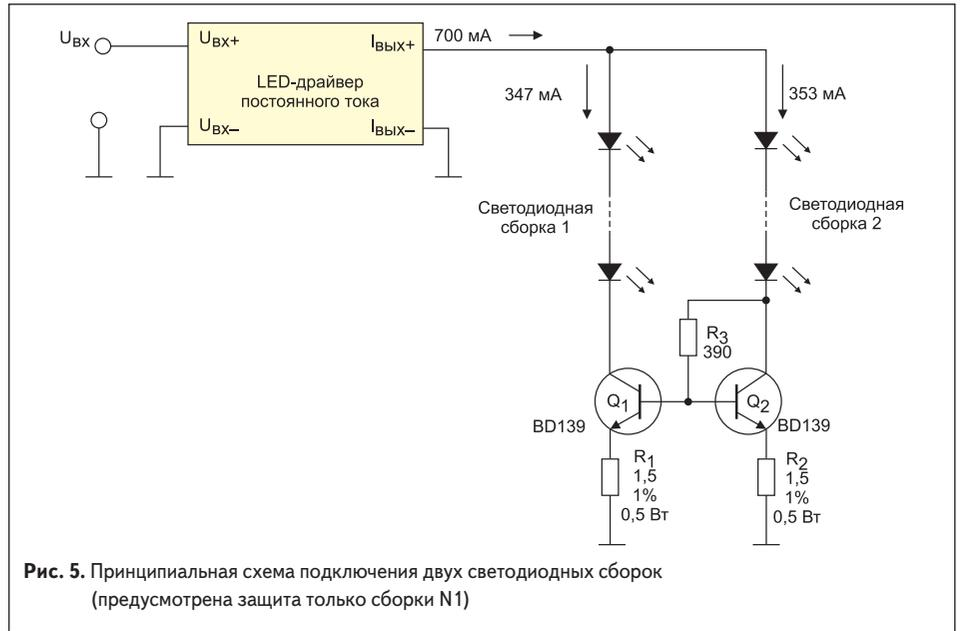

Рис. 5. Принципиальная схема подключения двух светодиодныхборок (предусмотрена защита только сборки N1)
Первый вариант схемы включения представлен на рис. 5.
При деградации излучающей структуры возрастает ток утечки. То есть значительная часть тока начинает проходить не через те участки кристалла, которые излучают свет. В результате уменьшается напряжение на электродах светодиода, а значит, уменьшается мощность. Эту особенность, снижение напряжения на деградировавшем светодиоде, можно использовать для автоматического отключения вышедшего из строя светодиода. Кроме того, скорость деградации светодиода значительно увеличивается при повышении силы тока выше номинального значения, а также при повышении температуры. Обычно светодиодные светильники проектируют так, чтобы температура перехода в рабочем режиме не превышала +80 °С. При температуре перехода +75...+80 °С интенсивность свечения падает примерно до уровня 85% от интенсивности свечения при температуре перехода +25 °С. Поэтому применение схемы, показанной на рис. 5, особенно в герметичных светильниках, крайне нежелательно. При использовании этой схемы светодиоды необходимо выбирать с запасом по току, что, в свою очередь, увеличивает стоимость светильника.
Схемные решения, представленные на рис. 5 и 6, можно применять с AC/DC или DC/DC LED-драйверами с выходным током 700 мА. Кроме того, схемы с применением «токового зеркала» можно адаптировать для подключения любых типов светодиодов. Для этого необходимо подобрать параметры используемых компонентов в соответствии с параметрами подключенных светодиодных сборок.
подключаемых по схемам «токового зеркала» (рис. 5 и 6) к одному LED-драйверу Aimtec [5, 6]. В качестве примеров использованы светодиоды компании Brightek с током 350 мА.
- С применением дополнительных схем, а именно «токового зеркала» (рис. 5, 6). Позволяет достичь наилучшего результата благодаря равномерному распределению токов в параллельных ветвях. Удастся снизить затраты за счет применения одного, более мощного источника на две сборки вместо двух маломощных, как предлагалось в первом варианте. Еще одним плюсом данных схем является защита светодиодов.